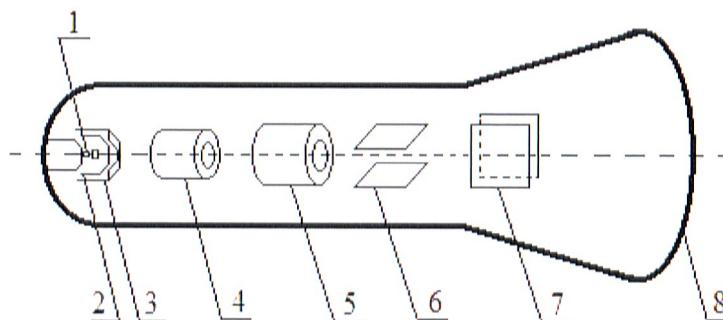

Рис. 6. Схема электронно-лучевой трубы
5. С помощью ручки регулировки масштаба времени (ручка 2 на рис. 6 в прил. 2) получить на экране осциллографа зависимость для 6–8 полных колебаний. Заполнить таблицу измерительных приборов. Амплитудные значения напряжения отсчитывают по вертикальной оси на экране осциллографа. Горизонтальная ось – это ось времени.
Обычно трубка имеет цилиндрическую форму, а ее расширяющаяся часть может быть как цилиндрической, так и прямоугольной формы. Расширяющаяся часть трубы заканчивается поверхностью, которая образует экран 8 (рис. 6). Внутренняя часть экрана покрыта люминофором, который способен светиться при бомбардировке его электронным пучком. Внутри трубы расположены два независимых устройства: электронный прожектор и система отклоняющих пластин. Электронный прожектор формирует узкий пучок электронов. В состав электронного прожектора входят катод, управляющий электрод и два анода. Катод 2 является источником электронов. Он подогревается спиралью 1, на которую подается напряжение накала. В результате термоэлектронной эмиссии электроны покидают поверхность катода. Первым на пути электронов располагается управляющий электрод 3, который фокусирует электронный луч и регулирует его яркость на экране. Затем поток электронов проходит два анода 4 и 5, имеющих цилиндрическую форму. Перемещаясь внутри анодов, электронный пучок сужается, дополнительно фокусируется и ускоряется в направлении экрана. Все электроды прожектора выполнены в виде полых цилиндров,